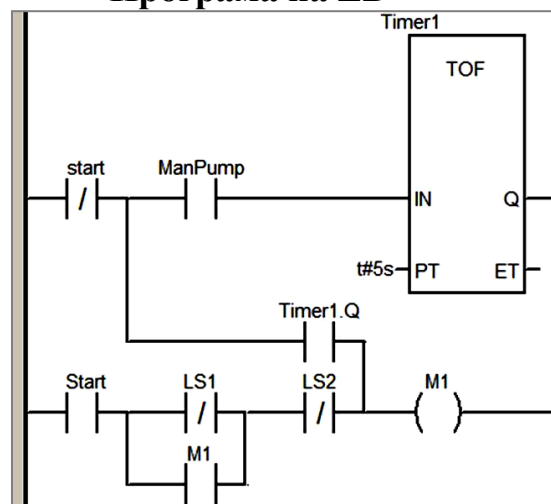

Рис.1.25. Приклад рішення задачі з використанням мови LD.
Спочатку розглянемо рішення задачі на релейно-контактній схемі (рис.1.25). Перемикач *SA1* з двома позиціями "Start"/"Stop" використовується для вибору режиму роботи установки. Кнопка *SB2* з написом "ManPump" використовується для ручного включення насосу. Використовуються дві групи нормально-замкнених контактів реле сигналізаторів рівня *LS1* та *LS2*, які розмикаються при досягненні рідиною певного рівня. Контактор *K1* використовується для запуску двигуна *M1* приводу насосу води, використовуються також додаткові контакти контактора. Для реалізації задачі також потрібне реле часу *KT1* з затримкою на відключення.
11. У секції набрати програму відповідно до рис.1.25: контакти та котушки знаходяться на панелі інструментів; для контактів і котушок вибір змінних проводиться через подвійний клік; вставка екземпляру *Timer1* проводиться командою з панелі інструментів або з меню Edit->Data Selection;